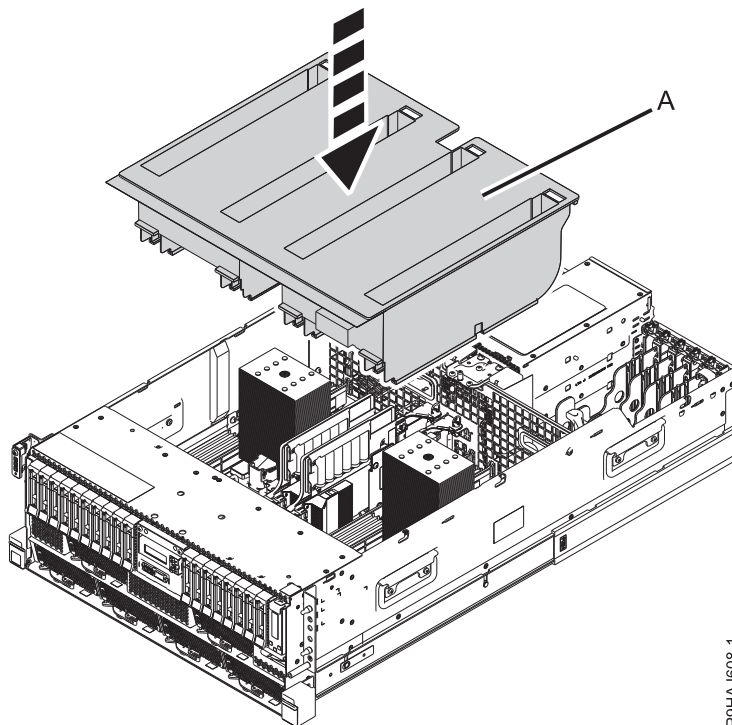
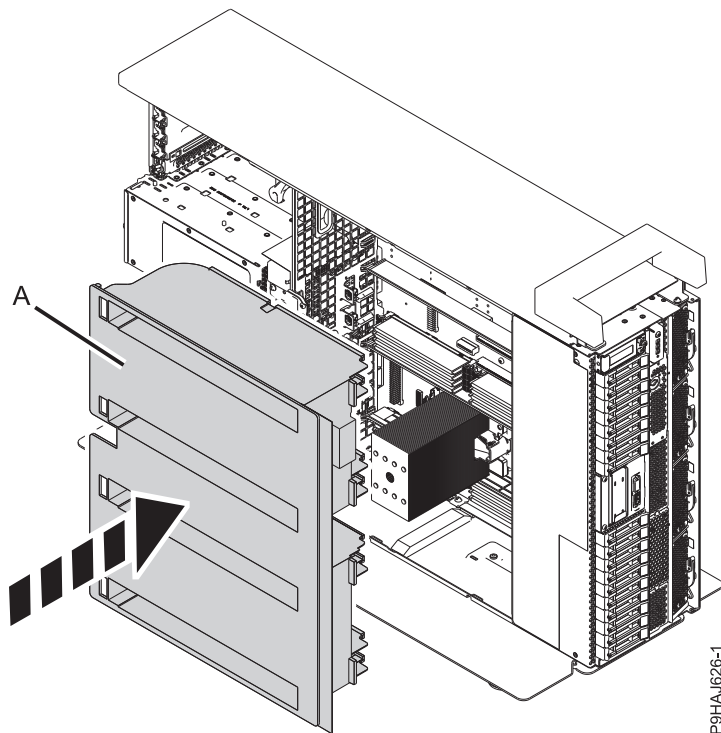

Figura 35. Sustitución del deflector de aire en un sistema montado en bastidor
Figura 36. Sustitución del deflector de aire en un sistema autónomo
2. Para un sistema montado en bastidor, sustituya el deflector de aire (**A**) en el chasis tal como se muestra en la Figura 35. Para un sistema autónomo, vuelva a colocar el deflector de aire (**A**) directamente en el lateral del chasis tal como se muestra en la Figura 36 en la página 48.